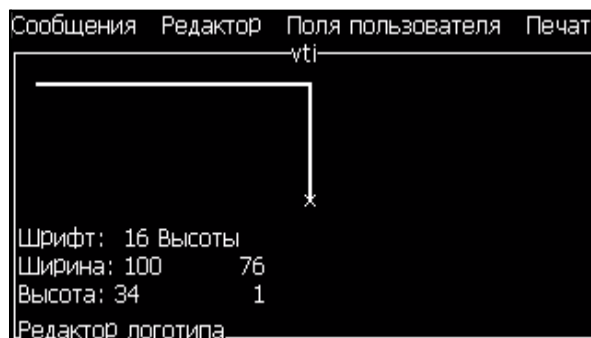

Рисунок 5-48: “Crop Logo” (обрезка логотипа)
- 1 Нажмите кнопку “Enter” (ввод) для появления рамки, которая отображает текущие границы графического изображения (Рисунок 5-48).